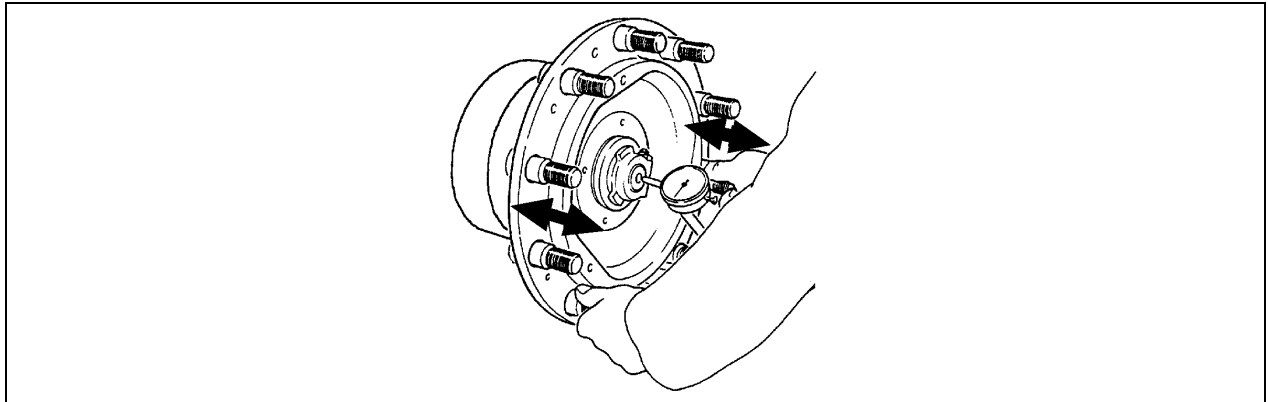

FIGURE 6 : MESURE DU JEU AXIAL
3. Visser l'écrou de réglage (18) sur la fusée. Tout en faisant tourner le moyeu dans un mouvement de va-et-vient, serrer l'écrou de réglage à un couple de 100 lbf·pi (136 N·m).
6. Mettre en place dans l'ordre suivant, l'anneau verrouilleur (17), le frein d'écrou repliable (16) et l'écrou d'arrêt (15). Serrer l'écrou d'arrêt à un couple de 200-300 lbf·pi (271-407 N·m).
7. Placer la base aimantée d'un micromètre à cadran au bas du moyeu et placer le pointeur sur l'extrémité de la fusée. Mesurer le jeu axial en tirant et poussant de façon égale sur le moyeu (figure 6). Le jeu axial est le déplacement total mesuré. Le jeu doit être entre 0.001" et 0.005" (0.025-0.127mm). Ajuster le serrage de l'écrou de réglage (18) si nécessaire.